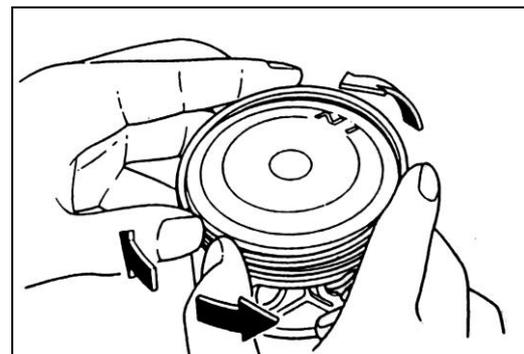

Fig.36
**Tenga cuidado al retirar los anillos del pistón ya que estos son frágiles. Fig.36**